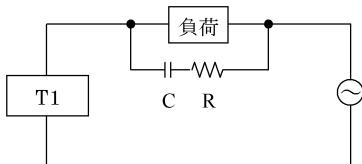

図5 CR回路での保護回路の例
- ⑤ ロックナットで図5のように確実に締付けてください。
誘導性負荷(リレー、電磁弁)を接続使用する場合には、スイッチOFF時にサーボ電圧が発生しますので図5、6に示す保護回路を必ず設けてください。